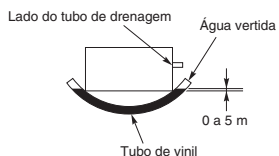

Fig. 3-8
- (5) A unidade deverá ser ajustada utilizando o nível de água ou como mostrado na Fig. 3-8, para que o tubo de drenagem fique num declive de 5 mm abaixo do lado oposto.